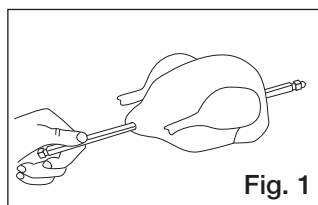

Fig. 1
1. Embrochez le poulet sur la broche, de la queue au cou (Fig.1).